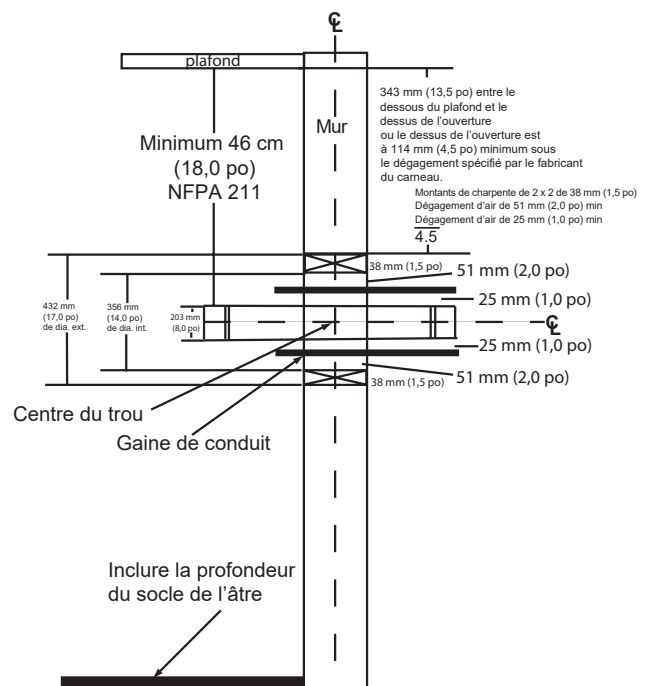

Figure 16.2
- L'ouverture en haut du mur doit être à au moins 343 mm (13 1/2 po) du plafond ou à 114 mm (4-1/2 po) au-dessus du dégagement minimum spécifié par le fabricant du carneau. Le dégagement vertical minimum selon NFPA 211 est de 457 mm (18 po) depuis le carneau et le plafond ou égal à la valeur minimale recommandée par le fabricant du carneau (Figure 16.2).
1. Pratiquez une ouverture dans le mur intérieur à la hauteur prévue pour l'entrée du carneau dans la cheminée en maçonnerie (Figure 16.2).
3. Construisez un cadre de 432 x 432 mm (17 x 17 po) (dimensions extérieures) pour l'ouverture du mur en utilisant du bois de charpente de 51 x 51 mm (2 x 2 po). L'intérieur de ce cadre doit avoir une ouverture de 356 x 356 mm (14 x 14 po) minimum (Figure 16.2).